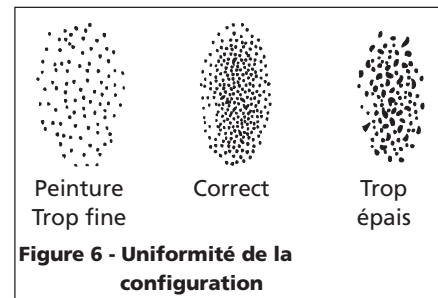

Figure 6 - Uniformité de la configuration
4. Tirer brusquement sur la gâchette en tournant le bouton de réglage de fluide au sens contraire des aiguilles d'une montre. Observer la configuration du débit sur la cible et ajuster le bouton de réglage de fluide jusqu'à ce que vous obtenez la configuration (vaporisation) désirée (Voir Figure 6).